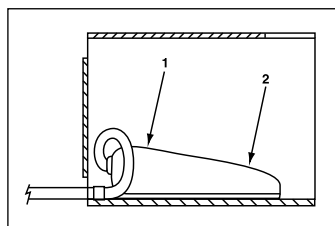

Fig. 9
5.4 Valvole con interruttore a pedale(vedere Fig. 9)